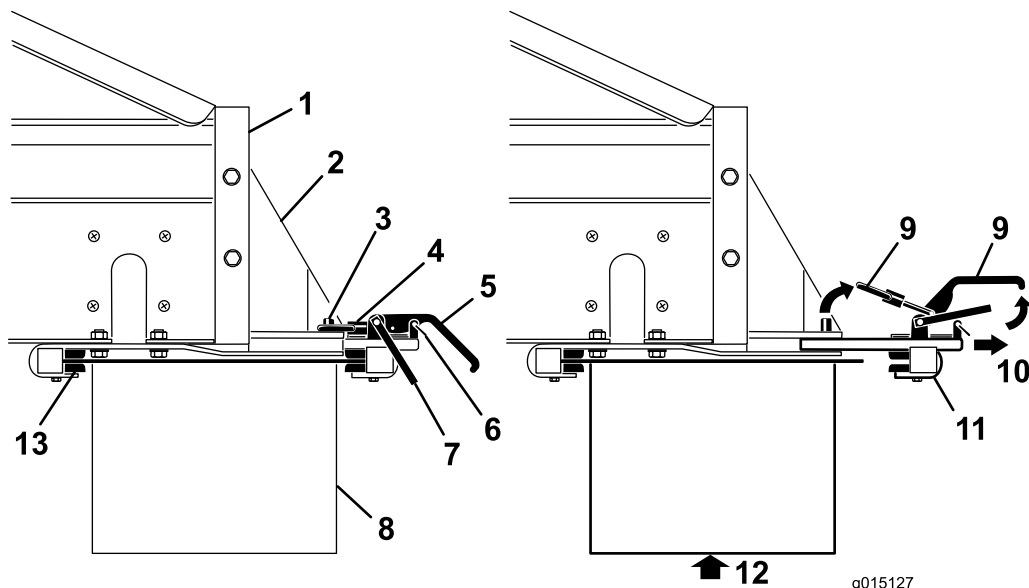

Bild 29
1. Entfernen Sie die Sicherheitsriegelclips von den Klemmgriffen (Bild 29).
2. Heben Sie zuerst den Sicherheitsriegel und dann die Klemmgriffe des Anbaugeräts an und lösen Sie die Arretierungsringe von den Arretierstiften (Bild 29).
3. Schieben Sie die hintere Anbaugerätklemme aus den Schnellbefestigungsschlitzen (Bild 29).
4. Setzen Sie die Vorderkante des Doppel-Tellerstreuers mit Hilfe einer anderen Person auf und unter das Heck des MH-400 in die vorderen Klemmen der Halterungen (Bild 29).
5. Stützen Sie den Doppel-Tellerstreuer ab und schieben dann die hintere Klemme des Anbaugeräts wieder in die Schlitze in den Halterungen und über die hintere Kante (Bild 29).
7. Setzen Sie die Sicherheitsriegelclips wieder auf die Klemmgriffe (Bild 29).